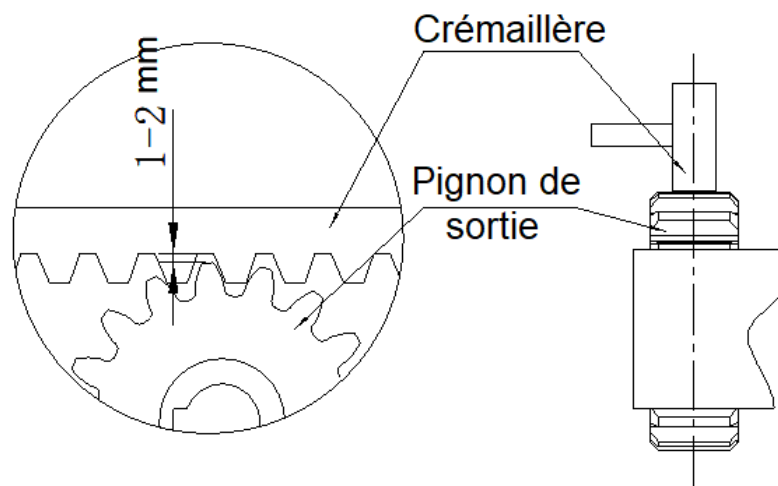

Figure 7
- Positionnez manuellement la crémaillère sur le portail en prenant soin de laisser un jeu d'ajustement entre la crémaillère et le pignon de sortie (voir figure 7) ;